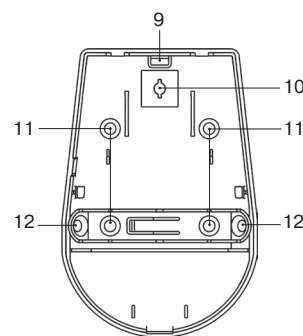

Рисунок 2 – Конструкция «Пирон-4 RED»
Основание корпуса с печатной платой представлены на рис. 2 б).
В основании корпуса имеются выламываемое отверстие (9) для ввода проводов, а также крепежные отверстия (рис. 2 в):
- (10) для крепления основания к кронштейну;
- (11) для монтажа на стене;
- (12) для монтажа в углу.
- Снимите крышку извещателя, отжав отверткой фиксатор крышки через отверстие, расположенное в нижней части основания извещателя (рис. 2а).
- Просверлите в основании извещателя отверстия, которые будут использоваться для прокладки проводов и крепления извещателя (рис. 2в).
В извещателе предусмотрена перемычка SENS HIGH (4) (рис. 2б). При снятой перемычке извещатель работает в режиме нормальной чувствительности (устойчив к перемещению домашних животных массой до 20 кг). При установленной перемычке извещатель работает в режиме высокой чувствительности (устойчив к перемещению домашних животных массой до 10 кг).